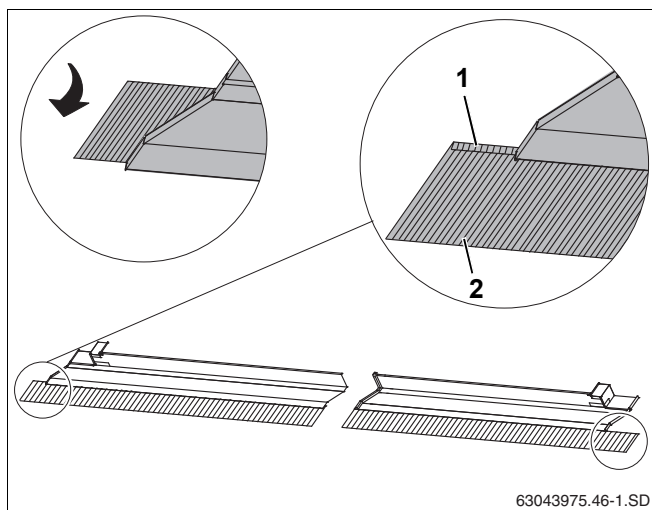

Рис. 43 Укладка свинцовых фартуков
- ▶ Загните вперед свинцовые фартуки всех накладных листов (рис. 43, поз. 2).
- ▶ Загните также вперед концы крайних накладных листов вверх (рис. 43, поз. 1).